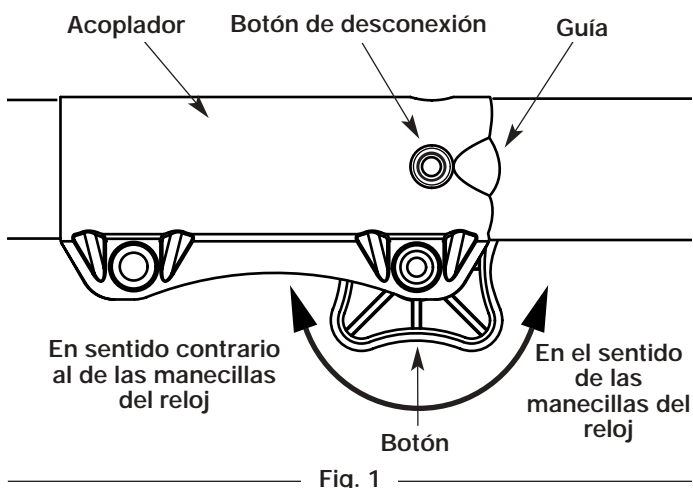

Fig. 1
1. Para aflojarlo, gire el botón en el sentido opuesto al de las manecillas del reloj (Fig. 1).
2. Oprima y sostenga oprimido el botón de liberación (Fig. 1).
2. Apriete el botón girándolo hacia la derecha (Fig. 1).
NOTA: La alineación del botón de desconexión con la guía ayuda en la instalación (Fig. 1).